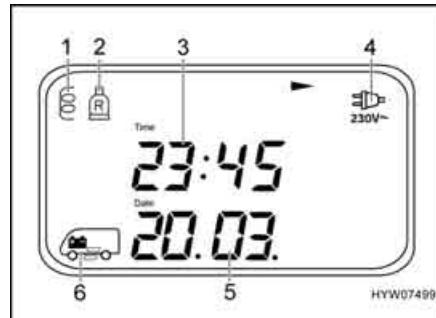

Fig. 141 Menu base (pagina di menu 1)
Il menu base (Fig. 141) appare sempre dopo l'accensione con l'interruttore principale a 12 V (Fig. 139,8).
- Controllo rete (Fig. 141,4): Il simbolo appare quando si allaccia il veicolo all'alimentazione a 230 V
- Data (Fig. 141,5)
- Ora (Fig. 141,3)
- Scalino (Fig. 141,6): Il simbolo appare quando lo scalino è stato estratto
- Indicatore simbolo dell'accessorio opzionale "Impianto di commutazione per due bombole del gas" (Fig. 141,1 e 2): Il simbolo della bombola del gas appare quando una delle due bombole è vuota. Quando anche la seconda bombola del gas è vuota, lampeggia il simbolo e nel menu principale compare "ALARM".